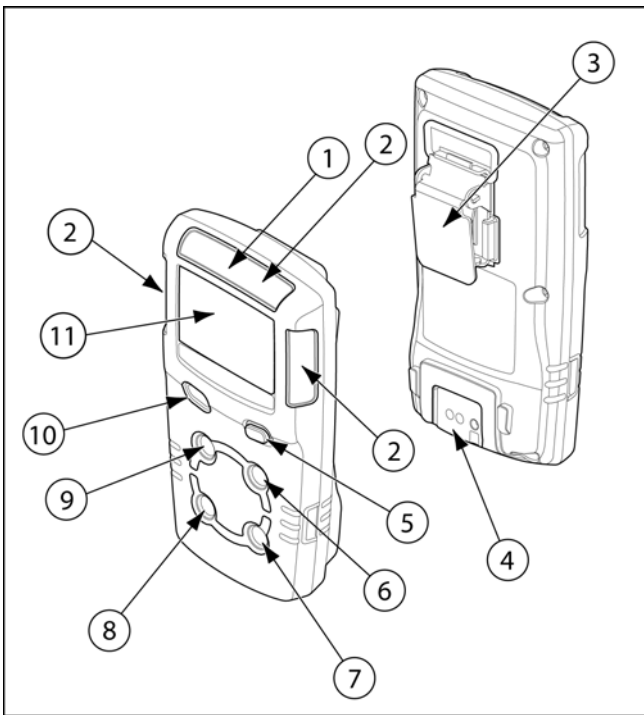

Рис. 1 Компоненты газоанализатора GasAlert MicroClip
- Рис. 1 и табл. 3 описывают компоненты газоанализатора.